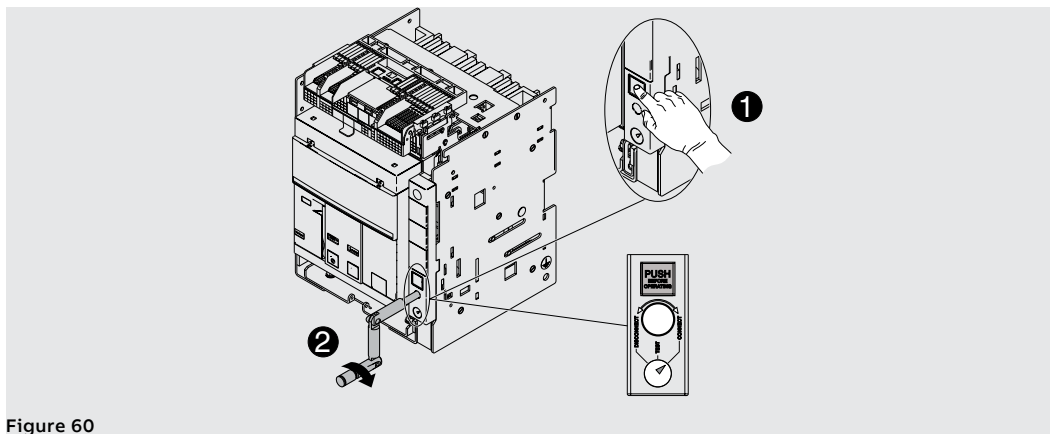

Figure 60
7. Appuyer sur le bouton de blocage puis tourner la manivelle dans le sens horaire jusqu'à ce que le bouton sorte et l'indicateur signale que le disjoncteur est en position **CONNECT**. Voir Figure 60.